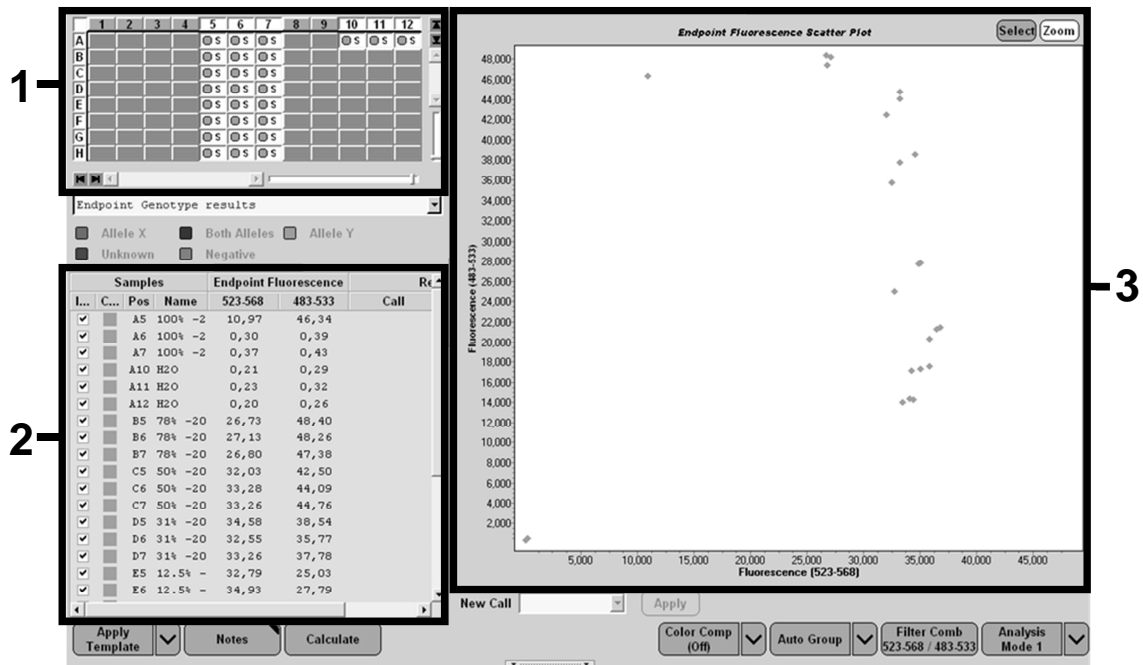

Figure 25. Présentation des données
16. La fenêtre suivante (figure 25) indique le schéma de plaque (1, en haut à gauche), les résultats de fluorescence pour chaque échantillon (2, en bas à gauche) et le graphe de discrimination allélique (3, à droite ; fluorescences FAM et VIC mesurées au 50^{ème} cycle de PCR).